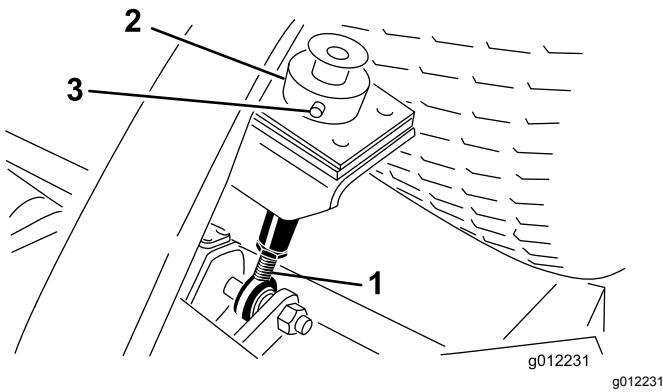

Figura 9
5. Retire o perno de gancho e passador de forquilha que fixam o anel da altura de corte à barra de altura de corte na parte posterior da unidade de corte (Figura 9).